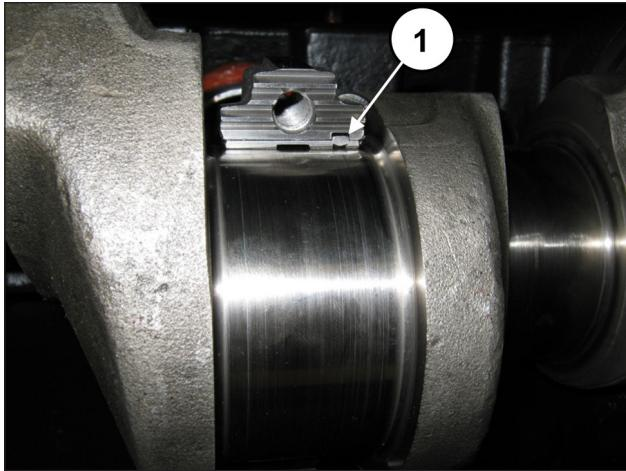

Рис. 66
Для правильности сборки полуподшипников убедитесь, что контрольная шпонка полуподшипников попадает в специальный паз на половинке шатуна (поз. ①, Рис. 66).